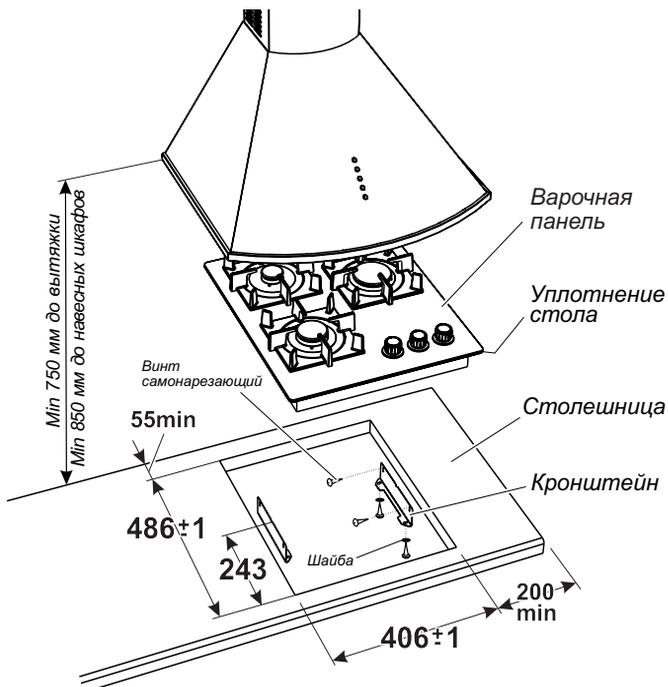

Рис. 12 МОДЕЛЬ ПВГ 2100; ПВГ 2100-01; ПВГ 2100-02
1. Точно разметить на столешнице контур проема под варочную панель в соответствии с рис. 12 - 21.